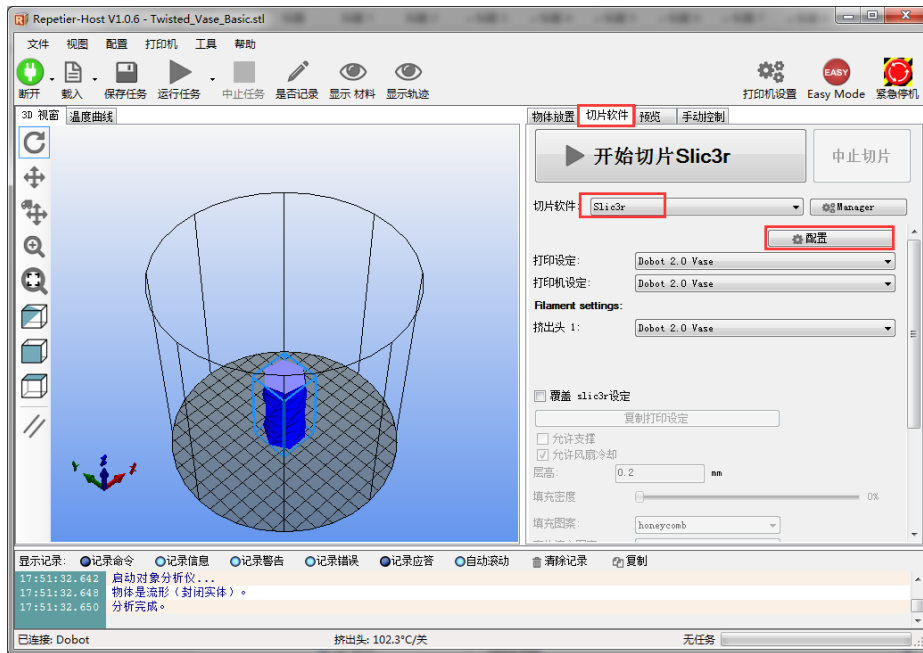

图 5.120 选择切片软件
1. 在Repetier Host页面右侧的“切片软件”页签选择切片软件为“Slic3r”，并单击“配置”，如图 5.120所示。